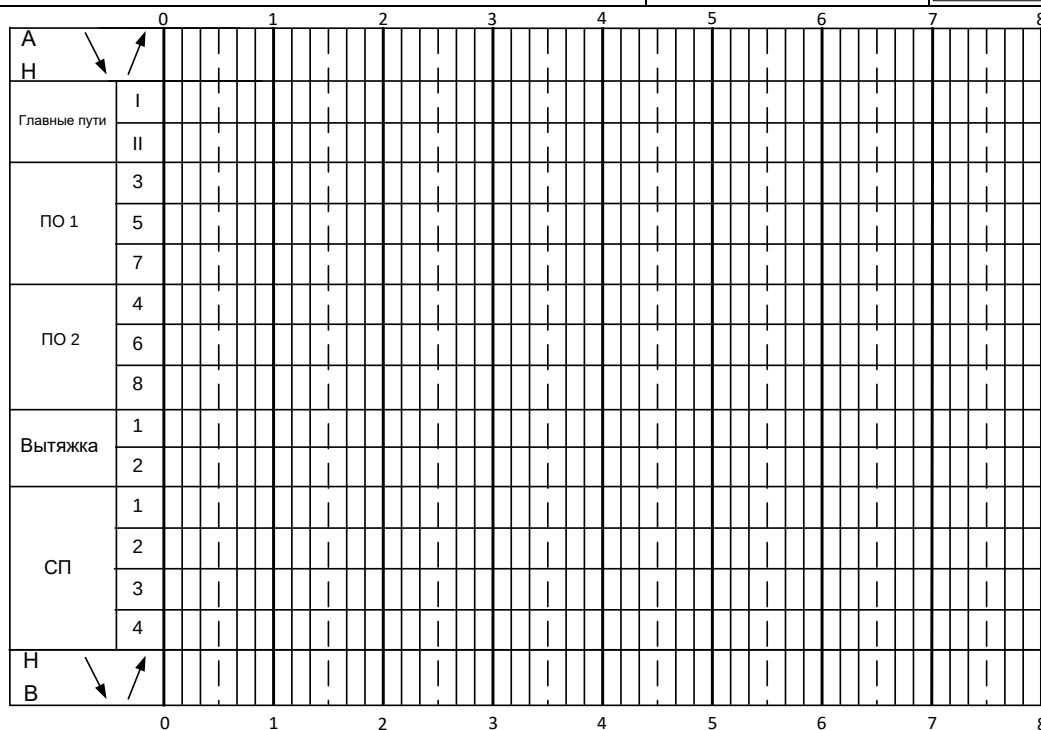

Рисунок 30.2 Сетка суточного плана графика станции «Н»
2. Вычертить фрагмент сетки суточного плана графика на 8 часов, пример сетки указан ниже на рис.30.2;